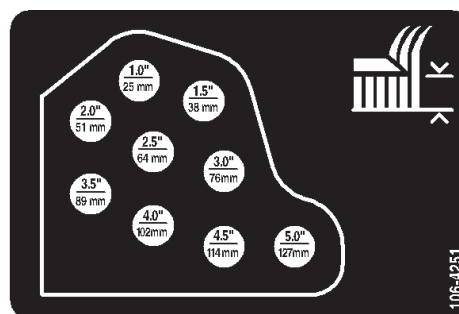

Figure 13
6. À l'aide de l'axe de chape et de la goupille fendue, montez les chaînes de hauteur de coupe dans le trou correspondant à la hauteur de coupe voulue (Fig. 13).